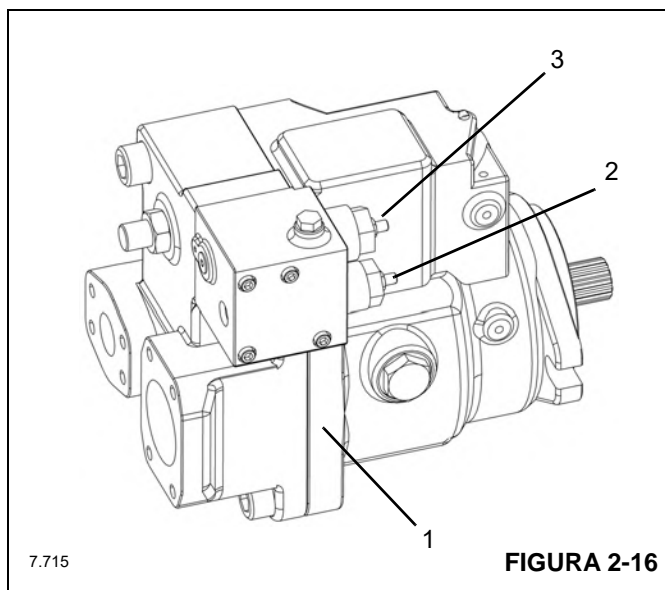

FIGURA 2-16
O controle de reserva do sensor de carga (LS), (2, Figura 2-16), faz a correspondência entre a vazão da bomba e a demanda do sistema. O controle do LS detecta a demanda de vazão do sistema como uma queda de pressão em uma ECV (válvula de controle externo). Conforme a ECV abre e fecha, a diferença de pressão na válvula muda. Abrir a ECV diminui a diferença de pressão e fechar a ECV aumenta a diferença de pressão. Então, o controle do LS aumenta ou diminui a vazão da bomba para o sistema até que a diferença de pressão se torne igual ao ajuste do LS. A vantagem do sistema de controle do sensor de carga é que apenas a vazão necessária para fazer o trabalho é bombeada através do sistema. Isto aumenta a eficiência e reduz a temperatura do sistema.
- Um valor máximo ajustável pela seção de Compensação de pressão (PC), [3] Figura 2-16, de controle da bomba.